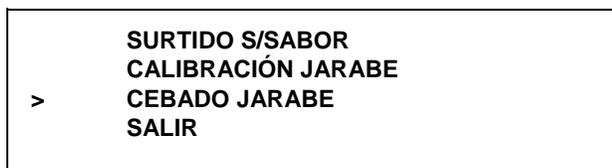

Figura 34
22. Toque el símbolo AUTOMÁTICO  o el símbolo SABOR OPCIONAL  para mover la flecha a la opción CEBADO JARABE. (Vea la figura 34).